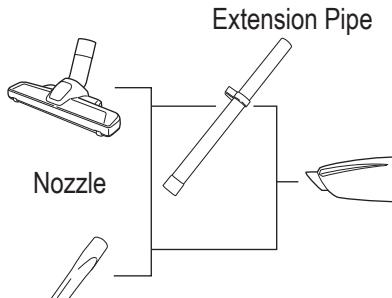

Fig. 14
2. Attach the nozzle (Fig. 14)